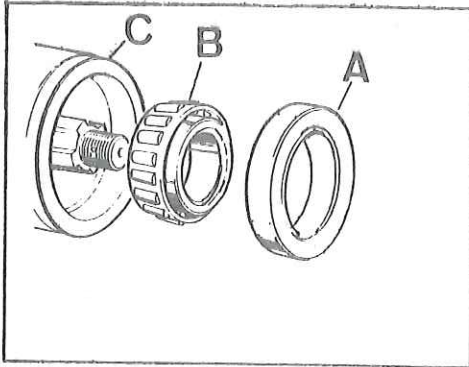

Fig. E-71 Retén y cojinete del extremo de la brida
- 1.6. Desmontar el retén, A (Fig. E-71) y el cojinete, B, del cárter del diferencial, C.